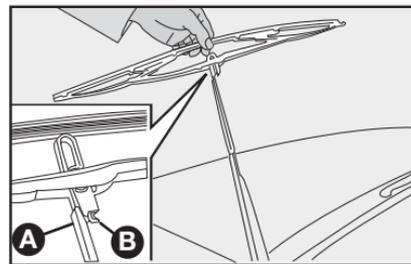

fig. 27
### Substituição das palhetas do limpador do para-brisa - fig. 27
- 2) Tirar a palheta apertando a trava B-fig. 27 na haste A e simultaneamente empurrando-a para baixo, a seguir, desengatar a palheta da haste A;